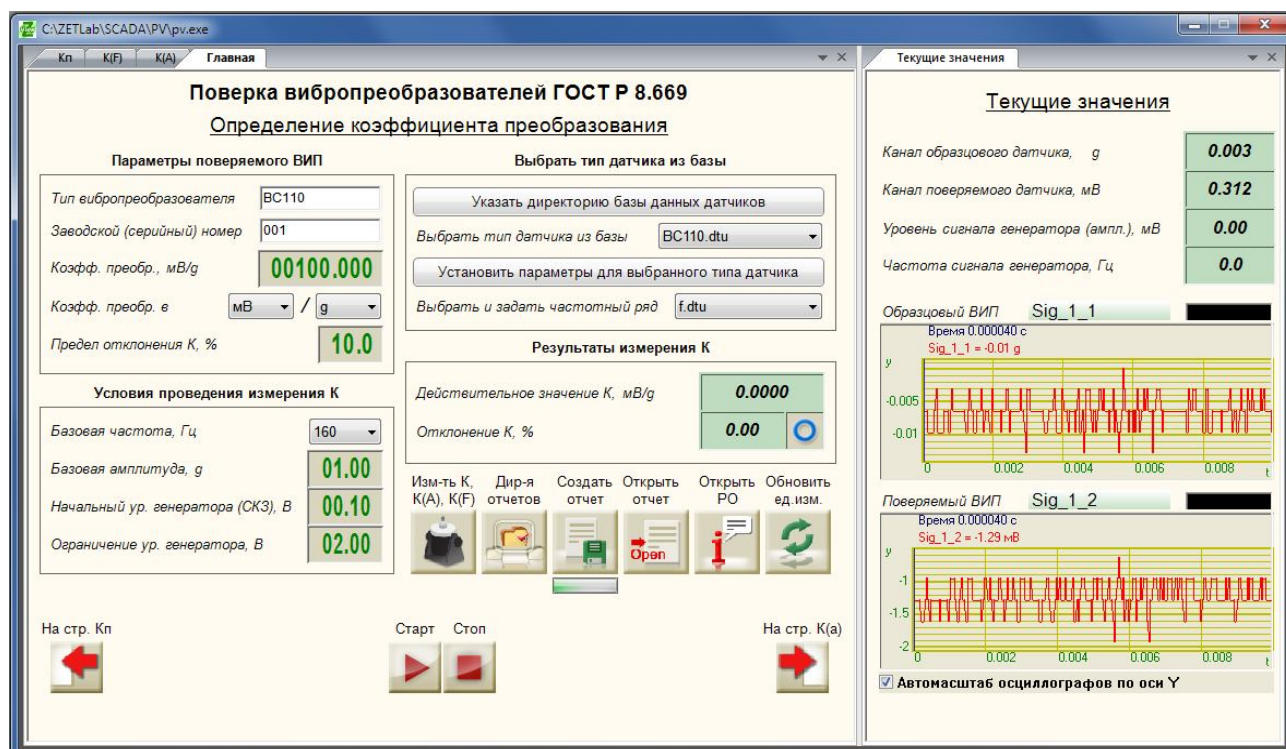

Рисунок 8.13 – Сохранение отчета
29. Сохраняют отчёт о проверке (кнопка ). На время сохранения отчёта под кнопкой  отобразится индикатор процесса (Рисунок 8.13).